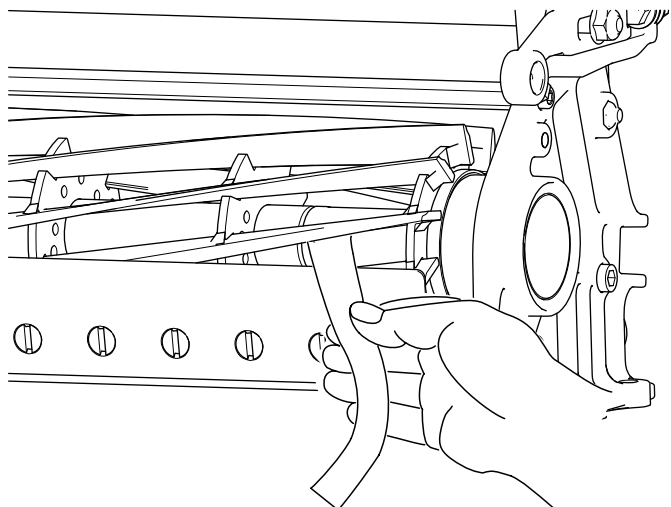

Figura 8
- B. Inserite una lunga striscia di carta di verifica del taglio (n. cat. Toro 125-5610) tra il cilindro e la controlama, perpendicolarmente alla controlama (Figura 8), poi ruotate **lentamente** il cilindro in avanti: dovrebbe tagliare la carta; in caso contrario, ripetete i passaggi A e B finché ciò non avviene.
11. Inserite una lunga striscia di carta di verifica del taglio (n. cat. Toro 125-5610) tra il cilindro e la controlama, perpendicolarmente alla controlama (**Figura 8**), poi ruotate **lentamente** il cilindro in avanti: dovrebbe tagliare la carta; in caso contrario, ruotate ciascuna vite di regolazione della barra di appoggio in senso orario di uno scatto e ripetete questo passaggio finché la carta non viene tagliata.